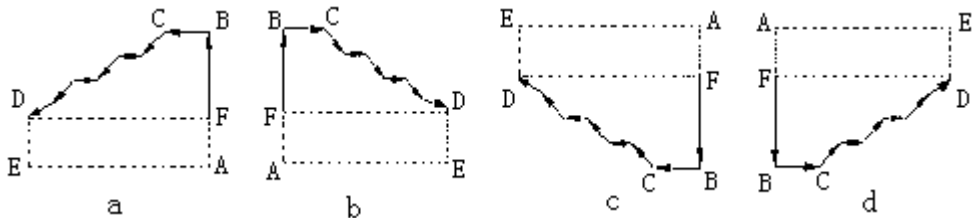

图 4-38
- 7) I 的取值范围与 X (U) 的范围有关系；I、U 取值范围必需符合 U/I 小于 10000 的要求。
- 11) 用 G71 指令切削的形状有以下四种情况，如图 4-38 所示；但无论哪一种都是从 G71 起始点 A 开始、刀具平行于 Z 轴对毛坯进行逐层剥离切削、直到 B 点。
- 14) G71 指令切削的形状有以下四种情况：图 4-38 中，A 点为 G71 的起始点、B 点为加工起点、D 点为加工终点、BCD 段表示加工的轨迹。